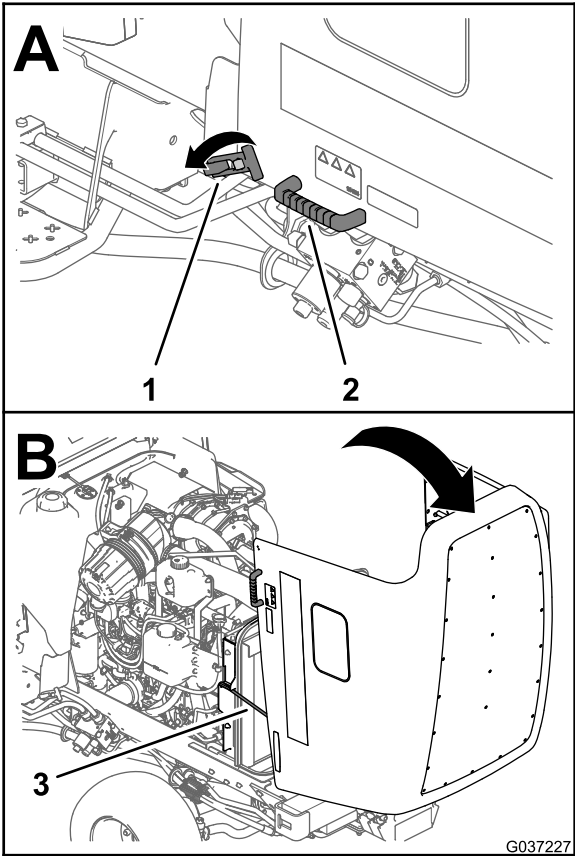

Figura 43
2. Abra los 2 cierres situados en las esquinas inferiores delanteras del capó (Figura 43).
- Usando los tiradores situados junto a los cierres, levante el capó y muévalo hacia atrás hasta que las 2 varillas queden enganchadas en los soportes (Figura 43).